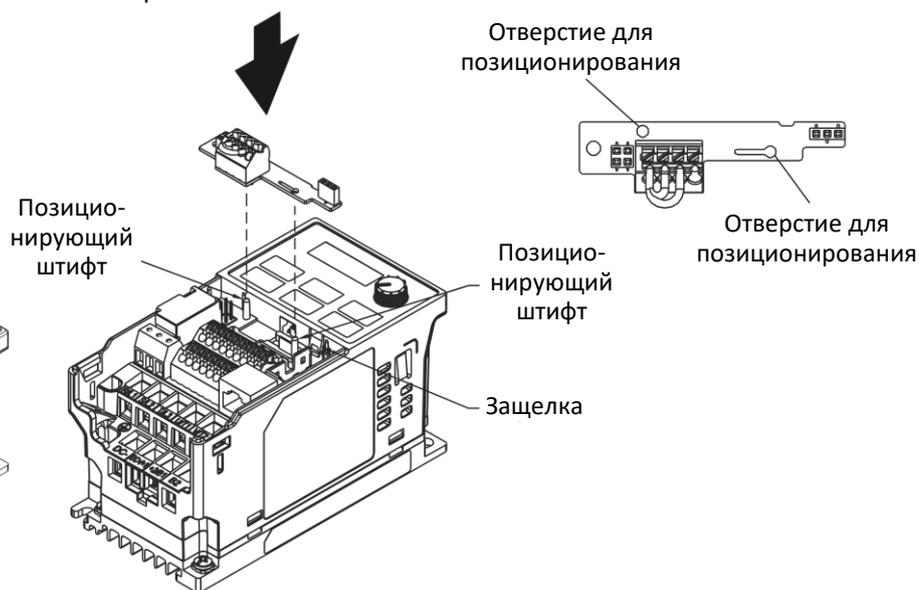

Рис. 8-2
2. Установка разъема: Как показано на рис. 8-2, вставьте дополнительный разъем или плату в разъем на плате управления.